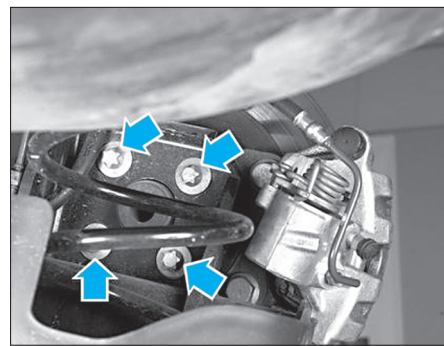

FIG. 21
- Déposer les 4 vis du porte-fusée (fig. 21).